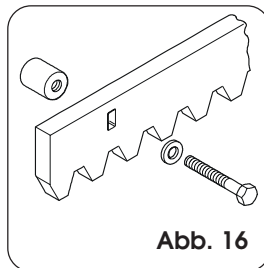

Abb. 16
4.4.2. ZAHNSTANGE AUS STAHL FÜR DIE ANSCHRAUBUNG (Abb. 16)
- 5) Ein weiteres Element der Zahnstange an das vorhergehende Element ansetzen und dabei ein Stück der Zahnstange verwenden, um die Zahnung der beiden Elemente abzurichten, laut Angaben in der Abb. 16.